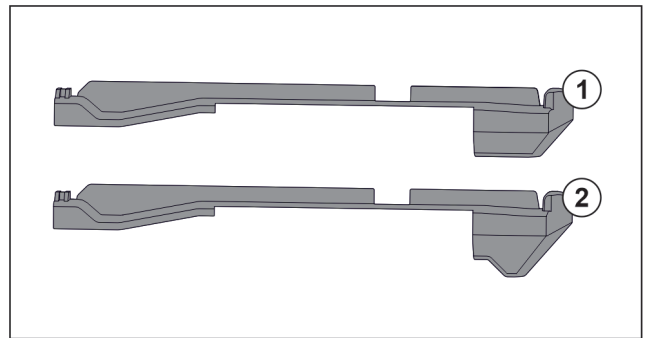

Fig. 147 Vergelijking van de insteekelementen
In het apparaat bevinden zich twee verschillende insteekelementen. Het insteekelement boven de onderste lade Fig. 147 (2) heeft een driehoekige rand. Alle overige insteekelementen Fig. 147 (1) hebben een rechte rand.
- Insteekelement Fig. 147 (2) met de driehoekige rand boven de onderste lade aanbrengen.
- Insteekelement Fig. 147 (1) met rechte rand op alle overige plekken aanbrengen.